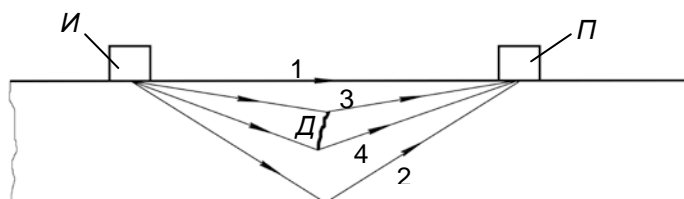

Рис. 1
4.1 Ультразвуковой контроль методом TOFD производится с помощью двух наклонных пьезоэлектрических преобразователей (ПЭП), работающих на продольных ультразвуковых волнах. Ход лучей показан на рис. 1.